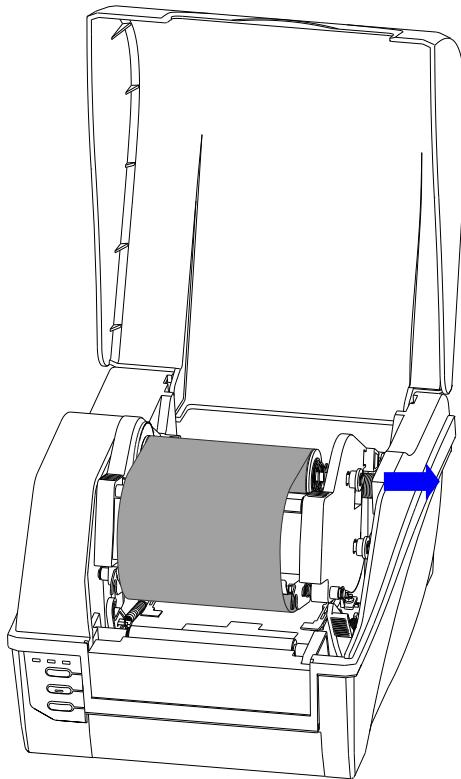

图 2-9
6. 放下打印模组，向外拉起碳带回收端的碳带释放钮，将卷好碳带的空卷芯绕过打印模组，卡入碳带回收端左压盘上的两个长条形凸起卡入碳带适配管左侧的两个卡口中，如图 2-9 所示。